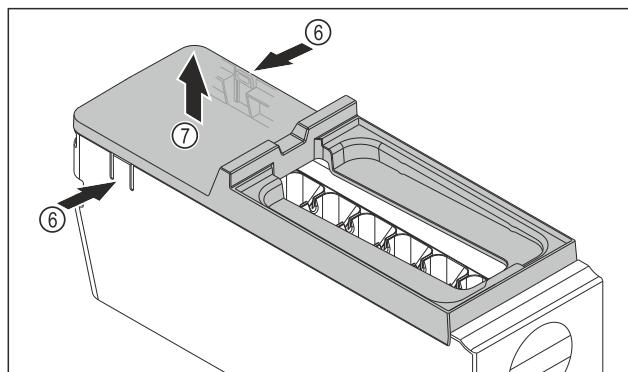

Fig. 97
- Изваждане на капака на корпуса на EasyTwist-Ice: Натиснете езичетата Fig. 97 (6) от двете страни на корпуса на EasyTwist-Ice с една ръка.
- С другата ръка извадете капака Fig. 97 (7) нагоре.